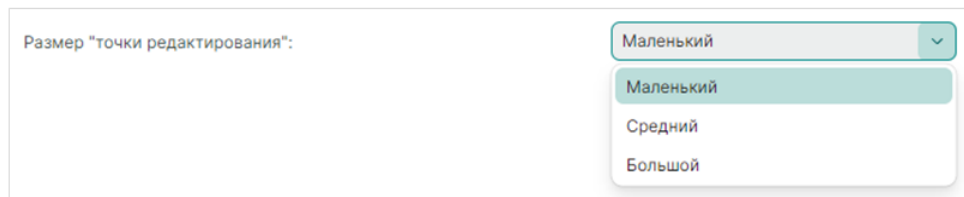

Рис. 102 Выбор размера для точек редактирования
- «Размер "точки редактирования"» – выбор размера для точек редактирования графических элементов, см. Рис. 102.